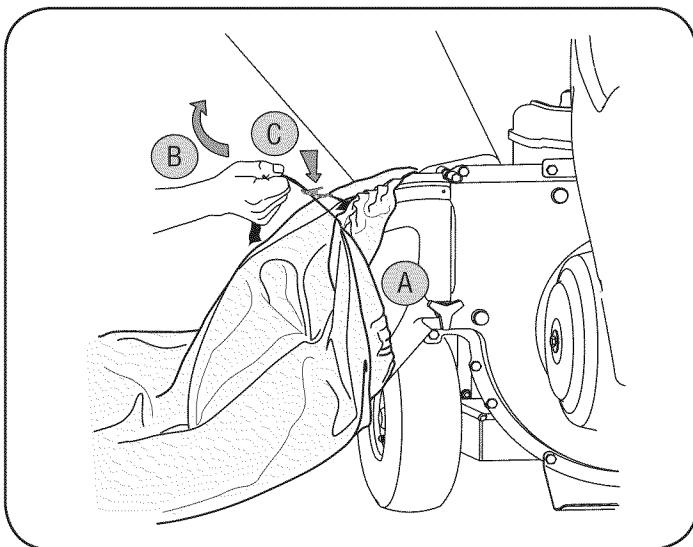

Figura 8
C. Vuelva a sujetar la tira de extracción sobre sí misma, apriétela contra el canal deflector para que quede firme en su lugar. Vea la Figura 8.